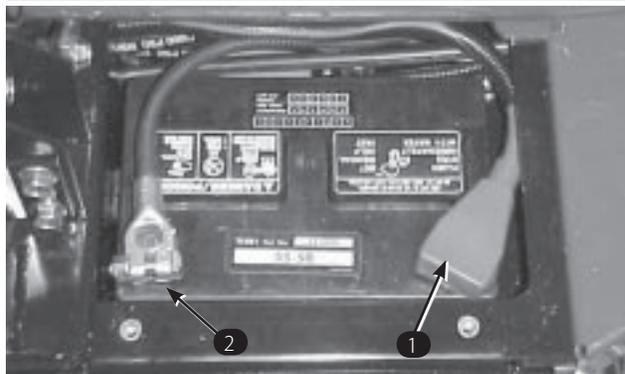

図 2
- 赤い (+) ケーブルをバッテリーの (+) 端子に、黒いケーブル (-) はバッテリーの (-) 端子にはめ、キャップスクリューとナットで固定する (図2)。プラス端子が電極に十分にはまり込んでいること、ケーブルの配線に無理がないことを確認する。ケーブルとバッテリー・カバーを接触させないこと。ショート防止のために (+) 端子にゴムキャップをかぶせる。